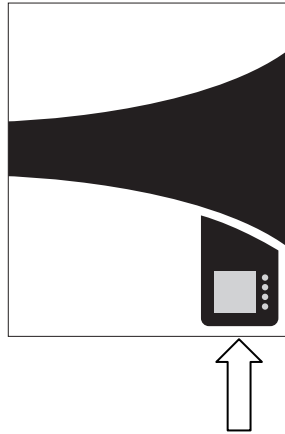

Fig. 14 - Posizione del connettore DB-9
La porta seriale RS-232 consente il collegamento di un singolo inverter AURORA ad un Personal Computer (PC) mediante un cavo seriale a 9 poli disponibile commercialmente. Il connettore seriale e' di tipo DB-9 femmina ed e' collocato sul fondo dell'unita' in corrispondenza del display (vedi Fig. 14).